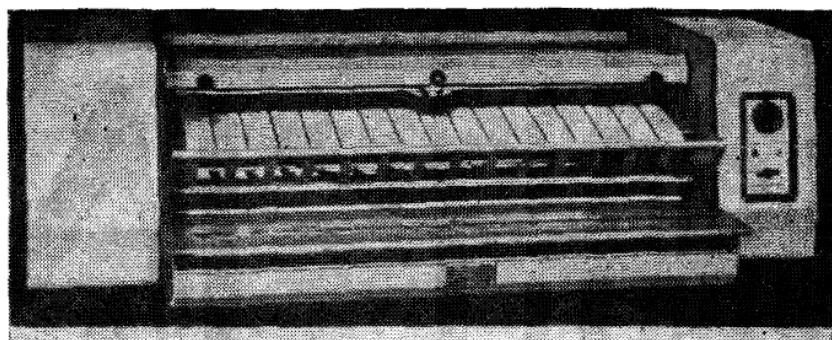

Рис. 45. Светокопировальный аппарат СКН-2
9.3. Светокопировальный аппарат СНК-2 (рис. 45) предназначен